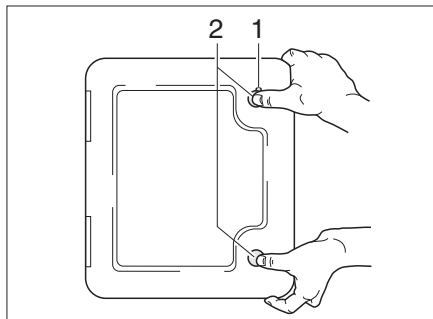

Bild 4 Außenklappe Thetford-Kassette
- Schlüssel in Schließzylinder des Druckschlusses (Bild 4,1) stecken und eine viertel Umdrehung drehen.
- Beide Druckschlösser (Bild 4,1 und 2) gleichzeitig mit dem Daumen drücken und Außenklappe öffnen.
- Schlüssel in Schließzylinder (Bild 4,1) stecken und eine viertel Umdrehung drehen.